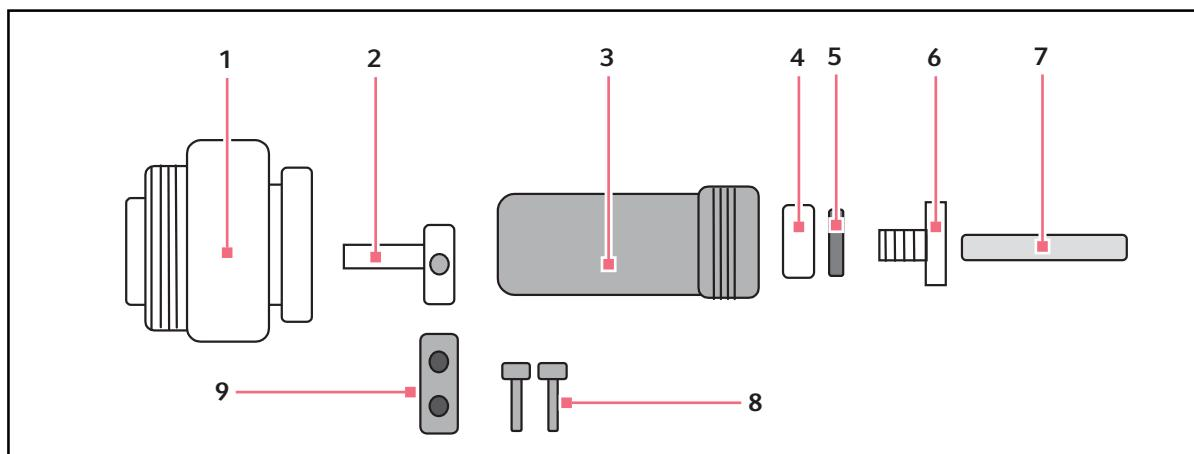

Fig. 8-6: Plugue à prova de umidade AC interno
A tomada AC (aqui Fig. 8-6 na pág. 73), com cobertura e plugue correspondente (fornecido) está construída para utilização em ambientes úmidos. Para utilizar a tomada tem de conectar o plugue macho especial (fornecido com a unidade) ao equipamento a utilizar no Innova 42/42R. Se o equipamento possuir um cabo elétrico removível, deve obter um cabo elétrico diferente para utilizar unicamente com o shaker Innova 42/42R.
1. Conecte o cabo elétrico ao plugue elétrico. Deslize o cabo elétrico através da porca de plástico, arruela, passa-fios de borracha e o corpo principal (aqui Fig. 8-6 na pág. 73).